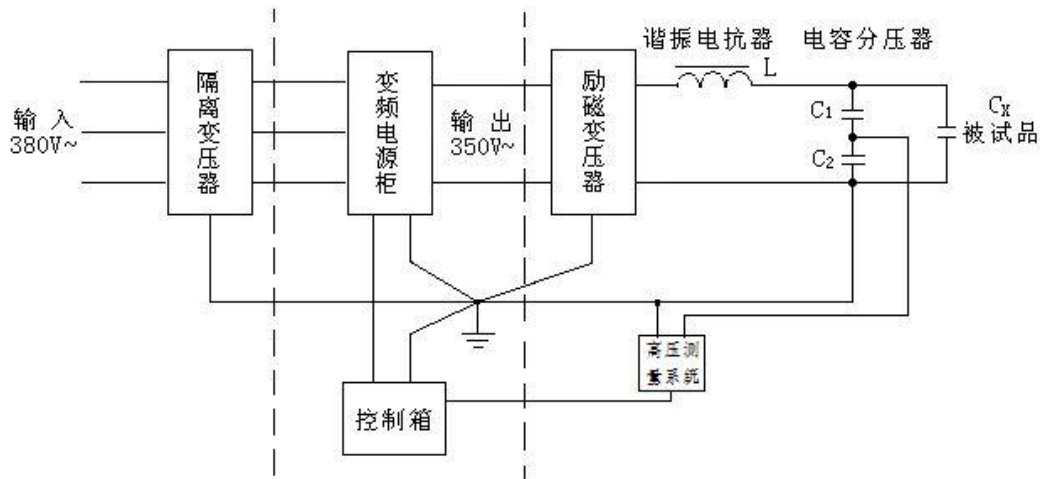

图 19 串联谐振接线示意图
- 1.2.4.1 通过启动控制箱面板上的【菜单】按钮，进入菜单。菜单显示如图 19 所示，菜单的选择由控制箱中的四个黄色的方向按钮来完成。当菜单选择完毕后，再次按动【菜单】按钮，即可退出菜单。在菜单状态下禁止启动变频电源装置，此时变频电源装置处于不受监控状态。启动变频电源装置后，菜单的功能也被禁止进入。只有在停止灯亮后才可以进行菜单操作。当发生故障时菜单将会被禁止操作，只有重新启动控制箱电源才能够再次进入菜单操作。